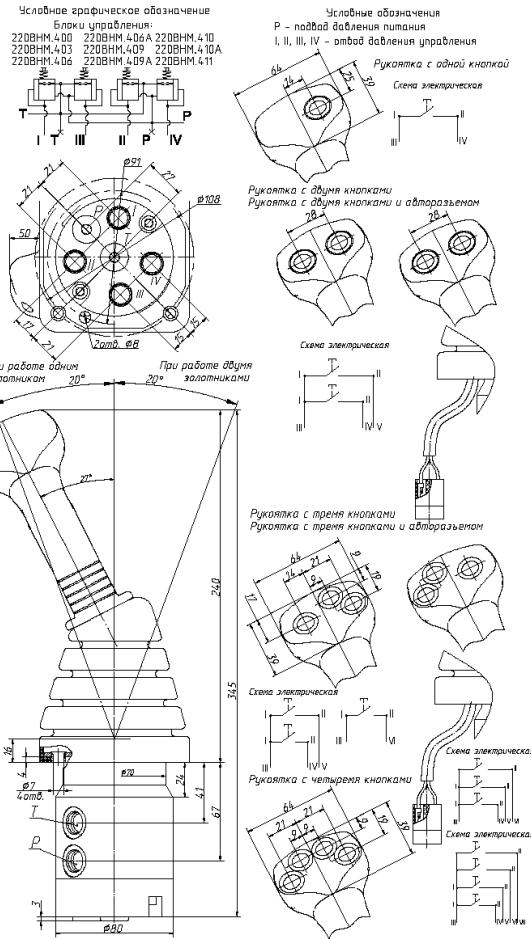

Рисунок 1 - Блоки управления четырехзолотниковые с одной рукояткой серии 220BHM.400, варианты рукояток
1.5 Основные габаритные и присоединительные размеры блоков управления, гидравлическая схема, приведены на рис.1, технические характеристики блоков управления приведены в таблице 1.